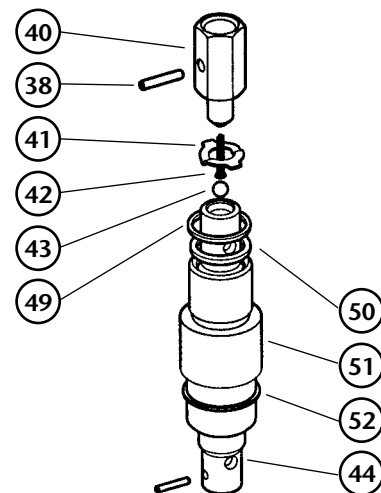

Fig. 13
1. Introduire une tige en acier (\varnothing recommandé de 4 mm) par l'orifice inférieur de passage de la graisse du piston à haute-pression (44). Séparer à présent le piston (44) du corps de la soupape d'impulsion (40) (fig.13).
2. Nettoyer la boule (43) ainsi que son siège situé au niveau du piston à haute-pression (44) et les remplacer si nécessaire.
3. Si le piston à haute-pression (44) est endommagé, il est préférable dans ce cas de séparer également le cylindre à haute-pression (51) du tube d'aspiration (47) ainsi que du tube du clapet de pied (53) pour procéder au contrôle de ce dernier. Suivre le processus inverse pour monter à nouveau les pièces en question. **Note:** Le piston ainsi que le cylindre à haute-pression doivent systématiquement être remplacés en même temps.
1. Eine Stahlstange (mögl. 4mm) in die untere Fettdurchfluss-Öffnung des Hochdruck-kolbens (44) einführen und dann vom Ventilkörper (40) abschrauben (Bild 13).
2. Ventilkugel (43) und Sitz im Hochdruckkolben (44) reinigen. Wenn nötig, die betreffenden Teile ersetzen.
3. Falls der Hochdruckkolben (44) beschädigt ist, empfiehlt es sich, auch den Hochdruck-zylinder(51) vom Saugrohr (47) und vom Rohr des Fussventils (53) zu lösen, um letzteres prüfen zukönnen. Zusammenbau wieder in umgekehrter Reihenfolge.